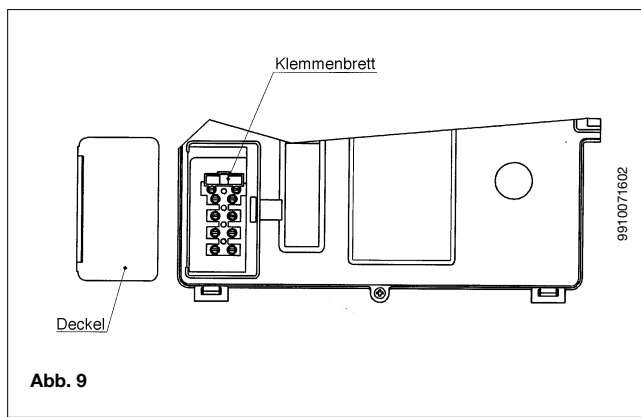

Abb. 9
- \* den Deckel abnehmen; man erreicht nun den Bereich der Elektroanschlüsse (Abb. 9).